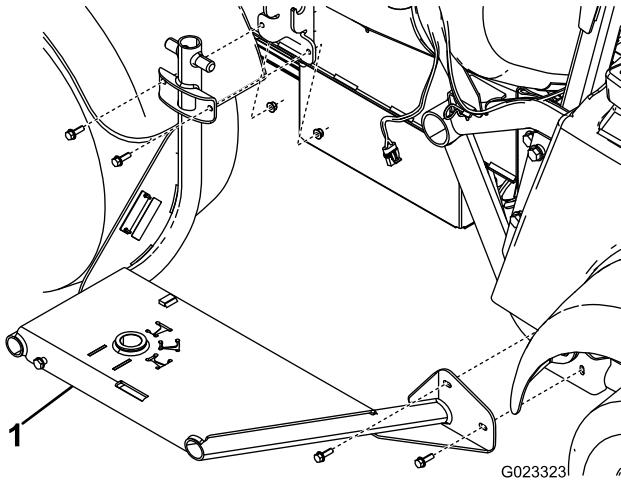

Figura 5
- Monte el bastidor del carrete de la manguera en el lateral de la máquina con 4 pernos (5/16 pulgada) y 4 tuercas con arandela prensada (5/16 pulgada), según se muestra en Figura 5.